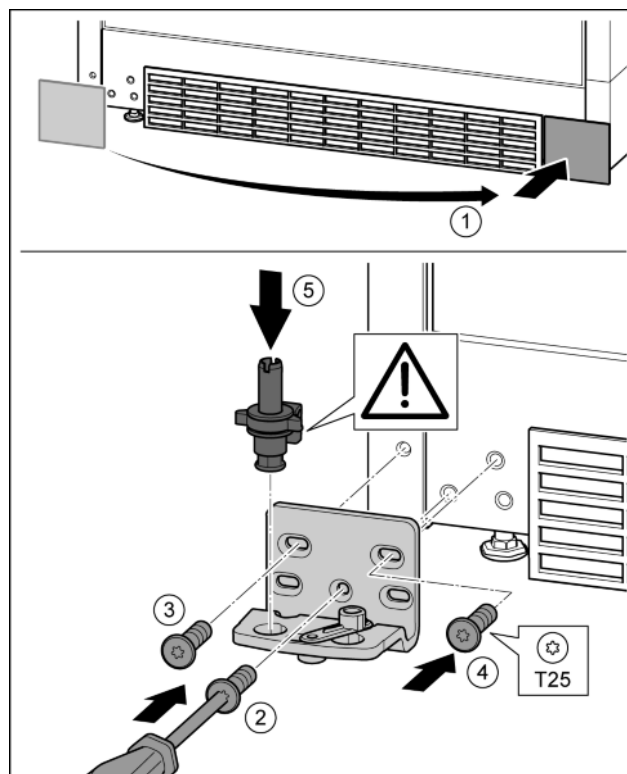

Fig. 12
- ▶ Afdekking eraf halen en op de andere kant aanbrengen. Fig. 12 (1)
- ▶ Lagerbus op de andere kant aanbrengen en met behulp van een schroevendraaier T25 vastschroeven. Met schroef 2 onder in het midden beginnen. Fig. 12 (2)
- ▶ Schroef 3 en 4 vastschroeven. Fig. 12 (3, 4)
- ▶ Lagerbus volledig aanbrengen. Let op dat de vergrendelknok naar achter wijst. Fig. 12 (5)